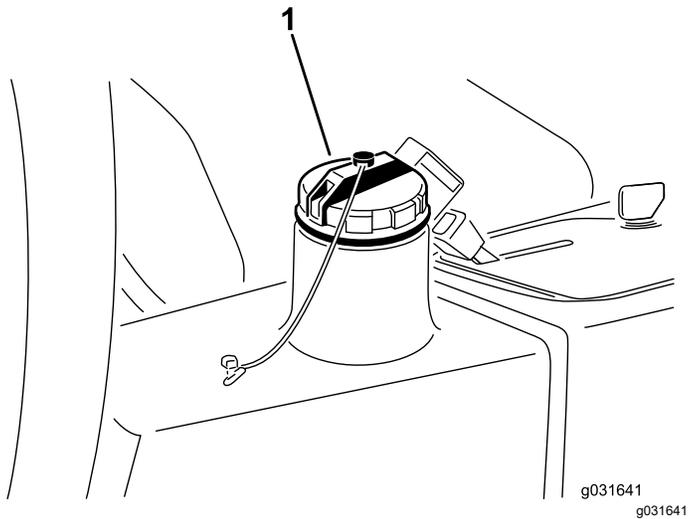

图 65
4. 向液压油箱图 65注入约 13.2L 液压油请参阅 液压油规格 (页码 47)和 检查液压油油位 (页码 47)。